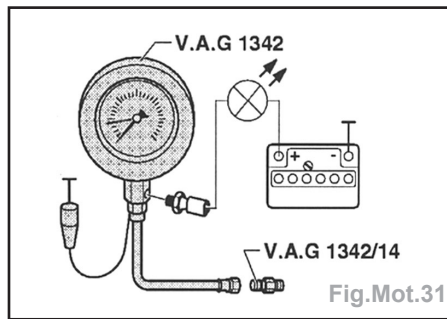

Fig.Mot.31
- Déposer le contacteur de pression d'huile (isolation noire) et le visser dans l'appareil de contrôle (Fig.Mot.31).
- Déposer le contacteur de pression d'huile et le visser dans l'appareil de contrôle (Fig.Mot.31).